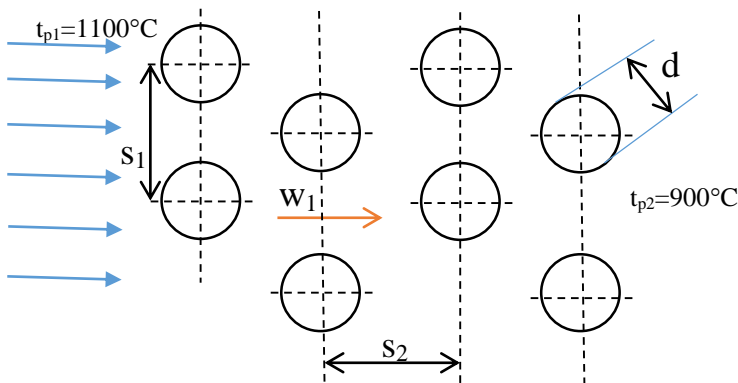

Рис.5 – Пучок труб з шаховим розташуванням
4.2.2 *Задача:* Визначити середній коефіцієнт тепловіддачі конвекцією від поперечного потоку димових газів наступного об'ємного складу: $\bar{p}_{H_2O} = 0.11$; $\bar{p}_{CO_2} = 0.13$; $\bar{p}_{N_2} = 0.76$ до стінок труб котельного пучка. Труби діаметром $d=80$ мм розташовані в шаховому порядку. Поперечний і поздовжній кроки труб відповідно: $s_1=2,5d$; $s_2=2d$. Середня швидкість потоку у вузькому перетині пучка $w=10$ м/с. За напрямленням потоку газу пучок складається із чотирьох рядів труб з однаковою поверхнею (рис. 5). Температура газу перед пучком $t_{p1}=1100^\circ\text{C}$, за пучком $t_{p2}=900^\circ\text{C}$. Забруднення поверхні труб не враховувати.